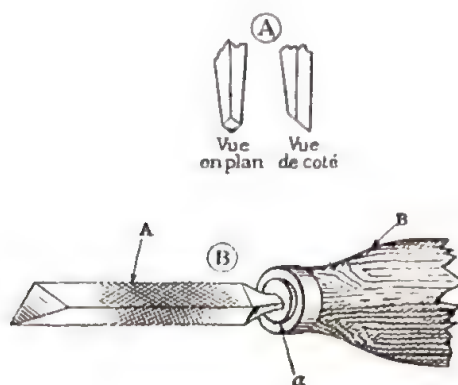

FIG. 89
A) Un *burin en point de diamant* (fig. 89, A), sorte de bédane dont les mécaniciens se servent pour creuser des rainures ou saignées peu profondes de section triangulaire ; à défaut :